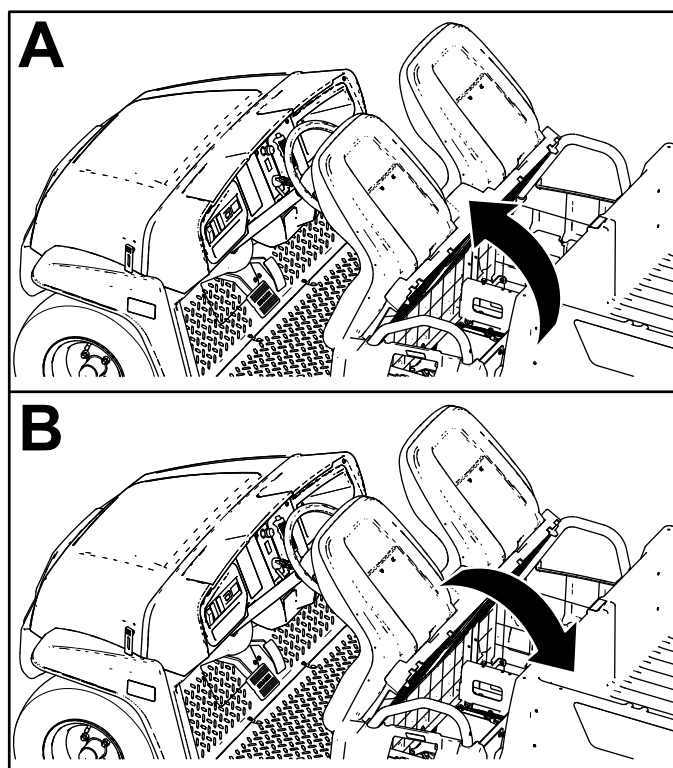

Figura 26
Pentru a ridica ansamblul scaunului, împingei ansamblul scaunului înainte, până când se sprijină pe volan (Figura 26).
Pentru a coborî ansamblul scaunului, împingei ansamblul scaunului spre spate, până când acesta se aază în poziia iniială (Figura 26).
1. Împingei ansamblul scaunului înainte, în poziia ridicată (Figura 26).